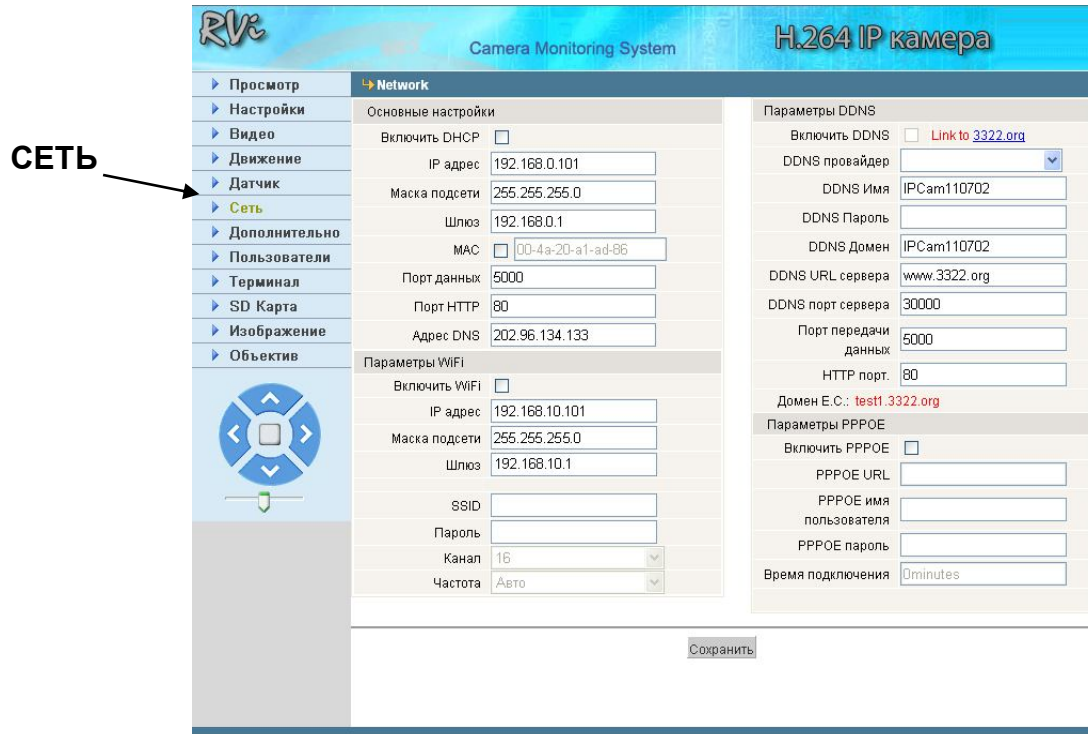

Рис. 1
- открыть закладку СЕТЬ (рис. 1);